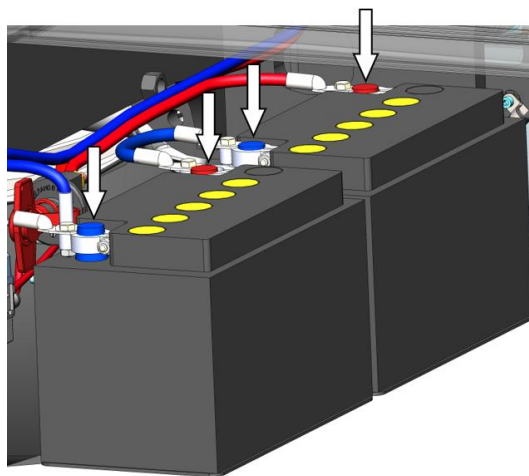

Рисунок 5.75. Клеммы и полюсные выводы
- ▶ Снять присоединительные клеммы с полюсных выводов аккумулятора, рис. 5.75 (дополнительно см. ниже описание извлечение АКБ из отсека).
- ▶ Снять присоединительные клеммы с полюсных выводов аккумулятора рис. 5.75.